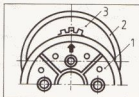

Bild 135
- Die Pfeilmarkierung auf dem Kupplungsdeckel soll den Körnerpunkt auf der Kupplungsnahe überdecken. Siehe hierzu Bild 135!